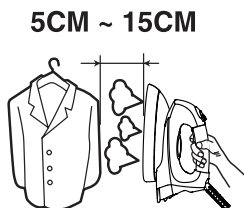

Fig.8
- Siga o procedimento de engomagem a vapor e, em seguida, segure o ferro na posição vertical afastado a cerca de 5 a 15 cm dos tecidos suspensos. Prima o botão de saída de vapor para que seja criado vapor na vertical. Esta funcionalidade é utilizada em especial para remover dobras de peças de roupa e cortinas suspensas. Nunca aponte o vapor a pessoas. (Fig.8)